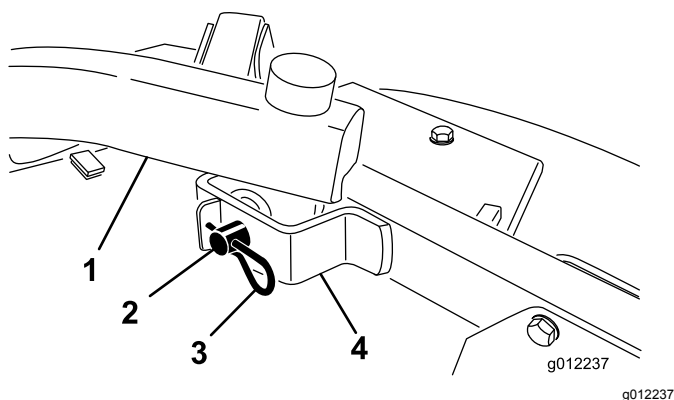

図 25
2. 昇降アームをキャスタアームブラケットに固定しているヘアピンコッターとクレビスピンを外す 図 25。